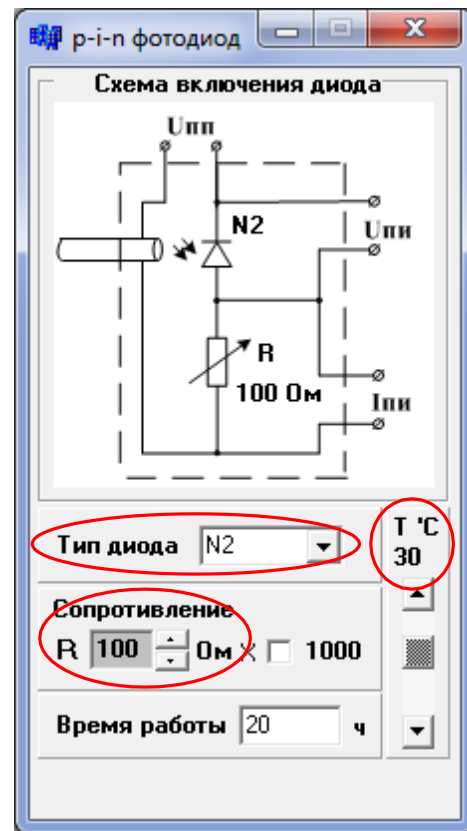

Рис. 7.10. Установка параметров ФД
2. В свойствах ФД установите заданный вариантом тип диода, сопротивление  $R = 100 \text{ Ом}$  и температуру  $30^\circ\text{C}$  (рис. 7.10).
2. В свойствах ФД установите заданный вариантом тип диода, сопротивление  $R = 100$  Ом и температуру  $-30^{\circ}\text{C}$  (рис. 7.10).
2. В свойствах ФД установите заданный вариантом тип диода, сопротивление  $R = 100$  Ом и температуру  $30^{\circ}\text{C}$  (рис. 7.10).